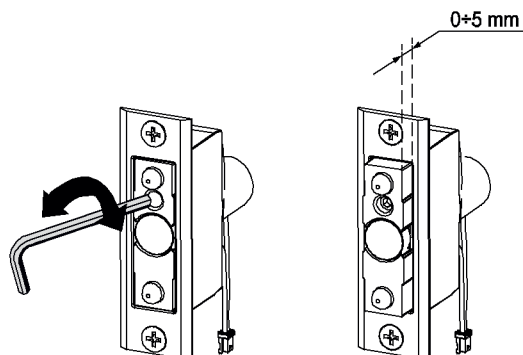

Fig. 2
3. Adeguare la sporgenza dello stato porta alla distanza tra anta e telaio agendo sulla vite di regolazione (Fig.2). N.B. non deve esserci interferenza tra anta e telaio in quanto l'accoppiamento dei contatti è magnetico.